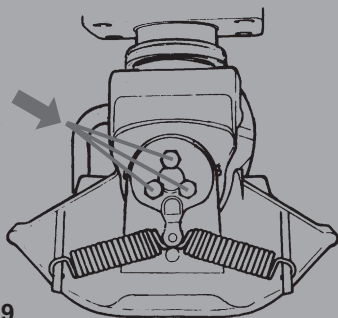

Abb. 9
- Schrauben am Unterteil (s. Abb. 9) lockern.